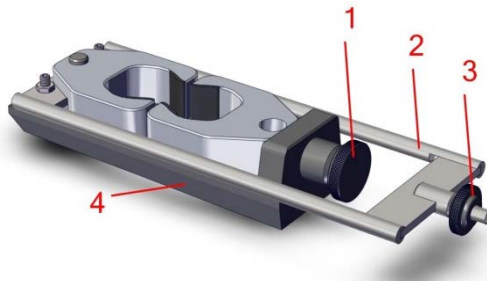
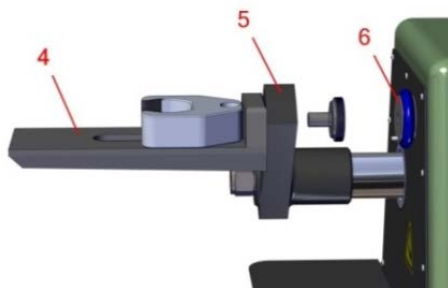
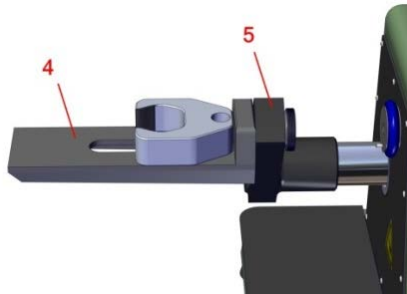
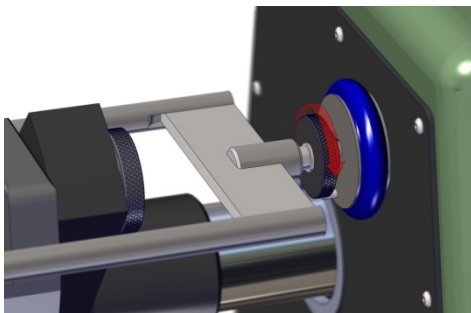

Рисунок 5.2.1
Рисунок 5.2.2
Рисунок 5.2.3
Рисунок 5.2.5
1. Снимите большой накатной соединяющий винт (Рисунок 5.2.1, Поз. 1) с основания приставки (Рисунок 5.2.1, Поз. 4). Снимите как мост изгибающий мост (Рисунок 5.2.1, Поз. 2), так и левую часть зажима с основания приставки.
2. Осторожно установите резьбовое отверстие основания приставки на подвижную штангу прибора (Рисунок 5.2.2, Поз. 5). Установите на место накатной винт и вручную затяните его, чтобы добиться прилегания основания приставки к подвижной штанге (Рисунок 5.2.2 / Рисунок 5.2.3).
3. Установите левую часть зажима и изгибающий мост на верхнюю поверхность основания приставки. Мягко вставьте шпильку моста в отверстие, расположенное в центре стационарного держателя зажима (Рисунок 5.2.2, Поз. 6).
3. Отрегулируйте накатную гайку моста (Рисунок 5.2.1) так, чтобы плоская поверхность гайки, обращенная к держателю стационарного зажима (Рисунок 5.2.2, Поз. 6) была на расстоянии примерно в $1/32"$ (.078 мм) от поверхности стационарного держателя зажима holder (см. Рисунок 5.2.5)